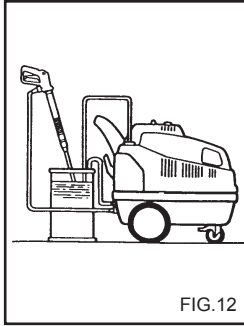

FIG.12
**OPERAZIONI PER L'USO DI ANTIGELO (fig. 12)**